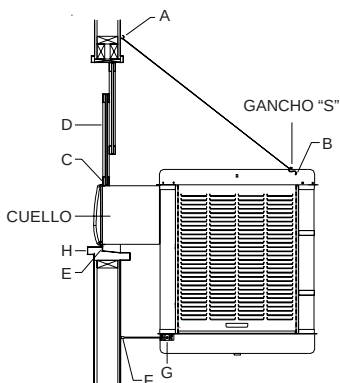

FIG. 1
- **Fije los ganchos en la pared.** Ponga los dos ganchos para la cadena arriba del cuello del enfriador, separados por una distancia equivalente al ancho de la unidad (A-fig. 1). Enganche una cadena en cada gancho y luego enganche un gancho "S" en cada cadena. **NOTA:** Los ganchos que vienen con ésta unidad tienen rosca de tornillo para madera y son para uso en paredes de madera. Las paredes de concreto o ladrillo requieren el uso de tuercas mariposas de suficiente fuerza o anclas con ganchos de acoplamiento.
- **Coloque el enfriador en la ventana.** Coloque el cuello del enfriador dentro de la ventana para que la parte inferior de la pestaña del cuello se asiente en la repisa de la ventana y la pestaña (E-fig. 1) se ajuste contra el borde de la repisa (H-fig. 1). Con la unidad situado en la ventana, enganche los ganchos "S" en los agujeros encontrados en la esquina trasera superior del enfriador (B-fig. 1).
- **Coloque la ventana detrás de la guarda de retención.** Levante la parte trasera del enfriador para que la ventana (D-fig. 1) pueda bajarse y quedar detrás de la parte superior de la guarda de retención (C-fig. 1).
- **Ajuste las patas.** Saque las patas (F-fig. 1) para que los topos de hule descansen contra el costado de la pared. Apriete el tornillo del collar (G-fig. 1).